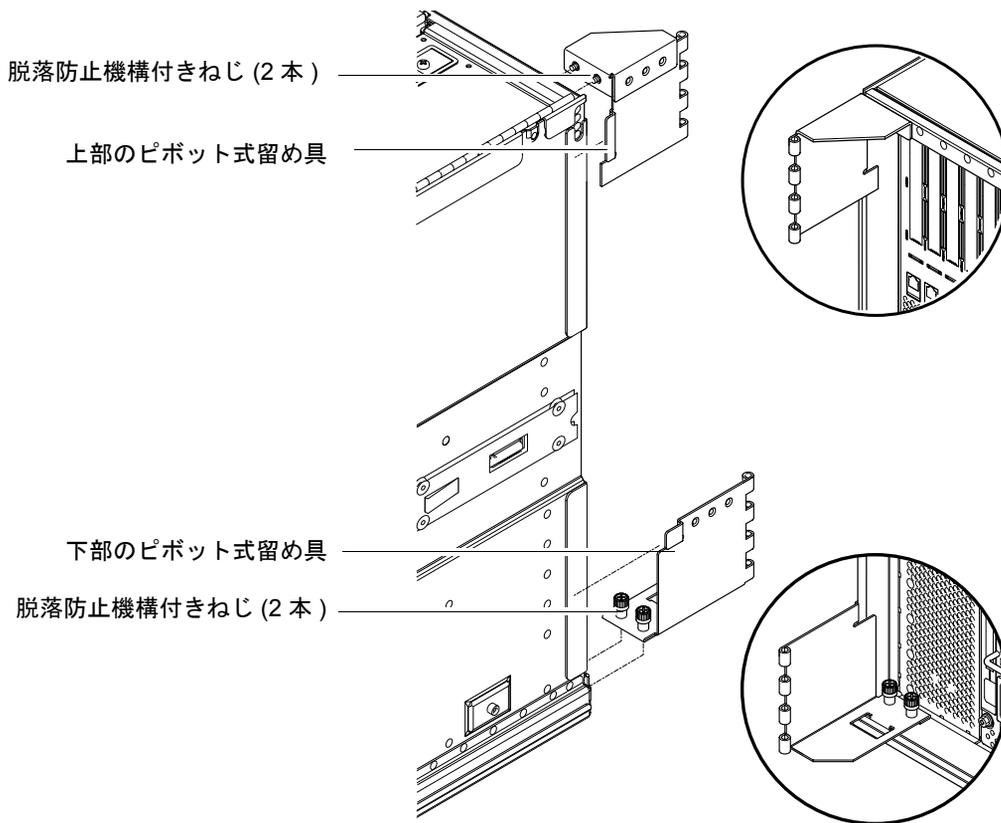

図 1-15 上部および下部のピボット式留め具の取り付け
2. 電源ケーブルアームの下部のピボット式留め具からヒンジピンを取り外します (図 1-15)。
3. 2 本の脱落防止機構付きねじを使用して、システムに上部のピボット式留め具を固定します (図 1-15)。
4. 2 本の脱落防止機構付きねじを使用して、下部のピボット式留め具を固定します (図 1-15)。